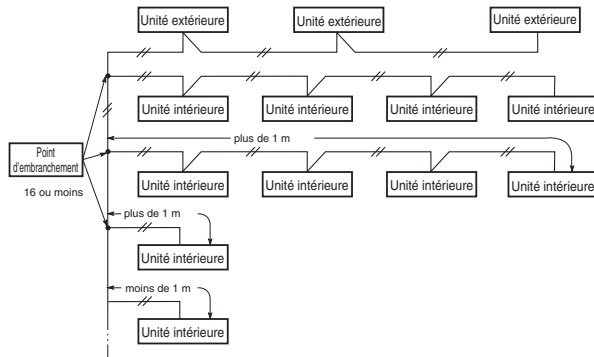

Fig. 4-3
- (4) En cas d'embranchement du câblage de commande entre unités, le nombre de points d'embranchement doit être de 16 ou moins. (Les branches inférieures à 1 m ne sont pas incluses dans le nombre total des branches). (Fig. 4-3)